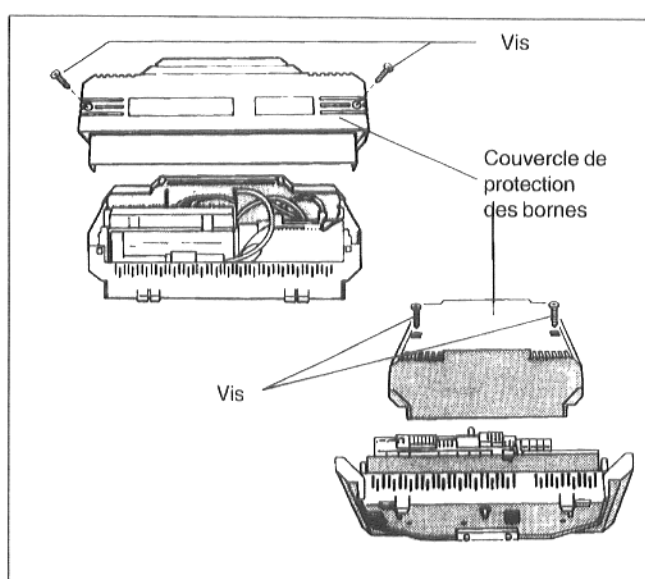

Fig. 15 Systèmes de régulation 4000 et 2000
- Dévisser les deux vis du couvercle de protection des bornes de l'appareil de régulation (fig. 15). Retirer le couvercle de protection des bornes.